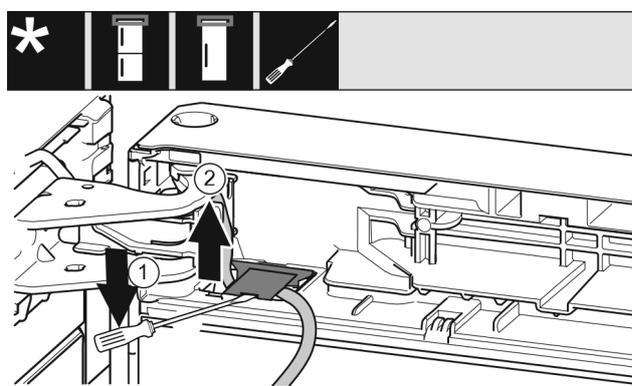

Fig. 12
- ▶ Avec le tournevis plat, soulever le couvercle et le retirer. Fig. 12 (1)
- ▶ Retirer le câble. Fig. 12 (2)